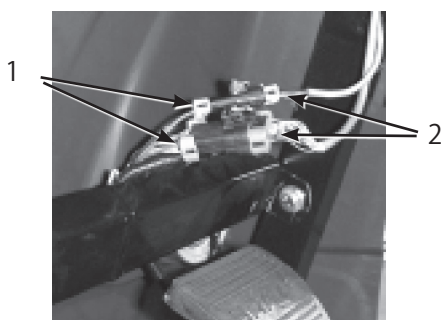

図5
7. スプレープロの電気コードのコネクタを、ダッシュボード下にあるコネクタに接続する (図5)。